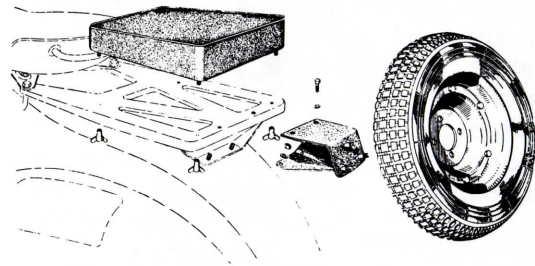

Fig. 5 - Cuscino, ruota di scorta e supporto
ingombro integra l'efficacia delle sospensioni, rendendo eccezionalmente confortevole la posizione del passeggero (vedi fig. 5).
**Ruota di scorta con supporto.** Il supporto della ruota è fissabile ai due fori previsti nella parte posteriore del portapacchi posteriore ed ai bulloni che fissano quest'ultimo. Esso è di notevole robustezza e semplicità e mantiene la ruota in posizione tale da rendere comoda la sistemazione dell'eventuale passeggero (vedi fig. 5).